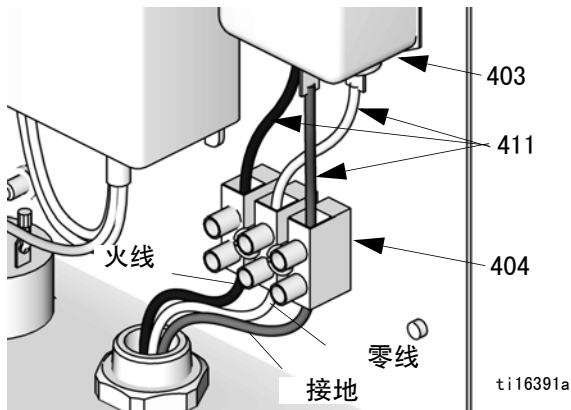

图 5. 端子板电气连接
11. 参见图 5。将电线束（411）与管路过滤器（403）和端子板（404）连接，如图所示。还请参见“电气示意图”。